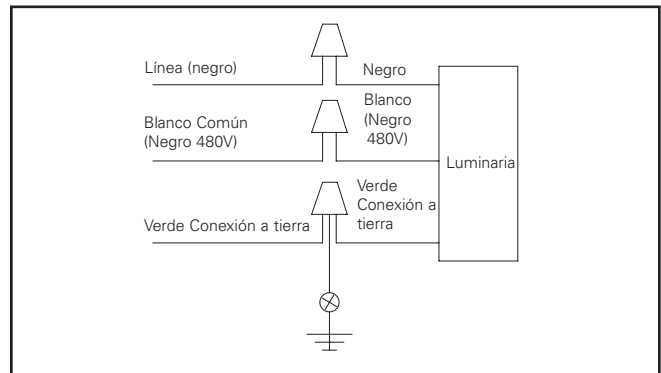

Figura 4.
- Haga las conexiones de cables dentro del brazo de montaje. Consulte los diagramas de cableado para ver las conexiones de alimentación. Conecte los cables de alimentación a los terminales correspondientes de la luminaria: (Figura 4)
1. Determine el método de conexión del cable ya sea dentro del brazo del mástil o dentro de una caja de conexiones separada. Se suministran cables conductores que salen del brazo del mástil para las conexiones. Consulte los diagramas de cableado para ver las conexiones de alimentación. Conecte los cables de alimentación a los cables adecuados de la luminaria como se muestra en (Figura 4).
3. Asegure el brazo del mástil al brazo de montaje con los (4) cuatro de fijación de 3/8-16 x 3/8". Nivela la luminaria mientras aprieta los tornillos de fijación. Apriete a 168 in-lbs.